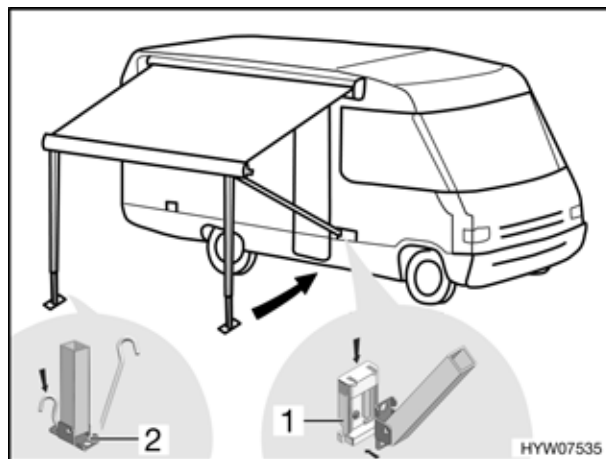

Fig. 37 Fissaggio dei montanti di supporto
- Incastrare i montanti di supporto nei supporti (Fig. 37,1) sull'autocaravan oppure fissarli sul terreno con dei puntelli (Fig. 37,2).